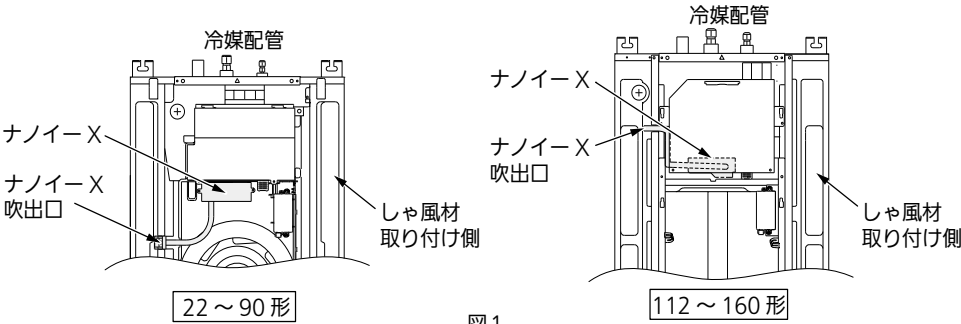

図1
- しゃ風材は、ナノイーX吹き出し部がない吹き出し口に使用するよう、室内ユニットの設置方向にご注意ください。ナノイーX吹き出し部がある吹き出し口にしゃ風材を取り付けた場合、ナノイーXの効果はなくなります。(図1) 詳細はしゃ風材に同梱されている据付工事説明書を参照してください。